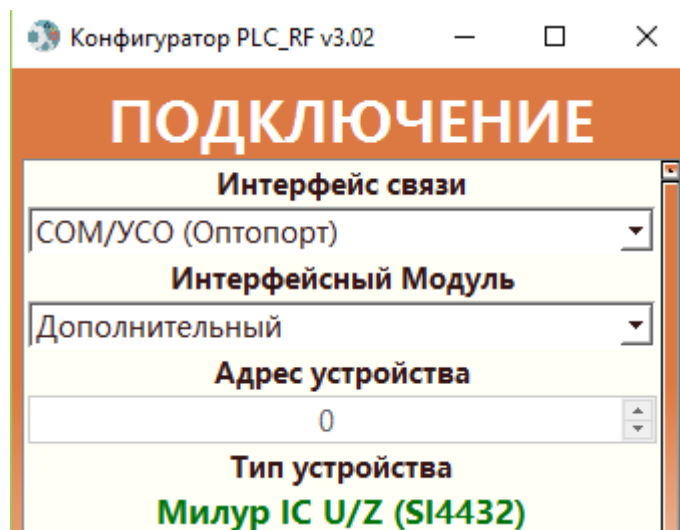

Рисунок 19 – Определение Милур IC U-Z конфигуратором
- в поле «Тип устройства» (рис. 10 поз. 4) – данные о типе устройства: «Милур IC U-Z» (рис. 19), «Интерфейсный модуль RF» (рис. 23) или «Интерфейсный модуль PLC» (рис. 24);
После установления сеанса связи тип устройства должен быть определен конфигуратором как «Милур IC U/Z» (рис. 19)